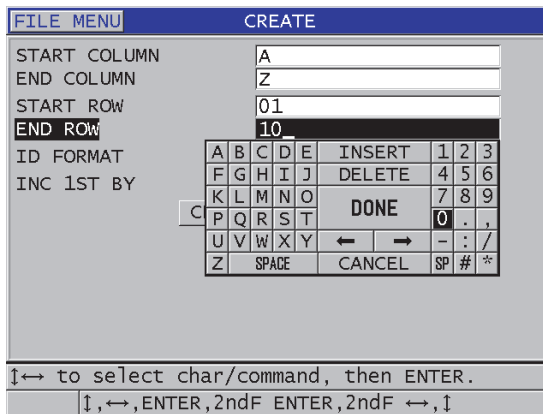

Figura 11-10 Configuración de la serie de códigos de ID para crear un archivo de tipo matriz 2D
3. En la segunda página de la pantalla **CREAR** (ver Figura 11-10 en la página 206):